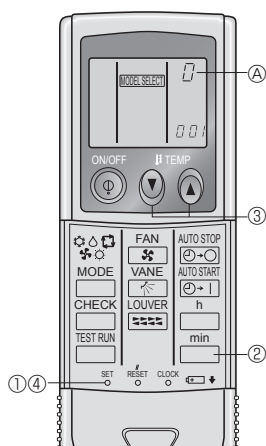

Fig. 6-4
4) Tilldela en fjärrkontroll till varje enhet (Fig. 6-4)